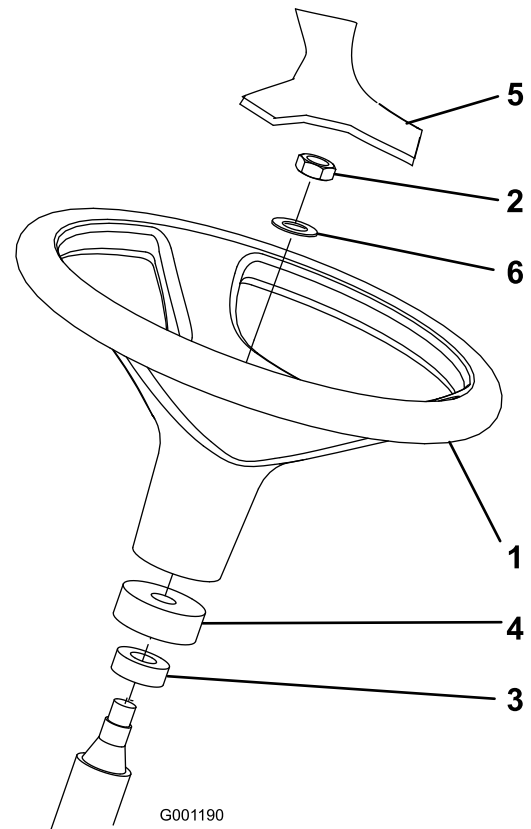

Figura 3
2. Retire la contratuerca y la arandela de la columna de dirección. Asegúrese de que el collar de gomaespuma y el protector de polvo están colocados en la columna de dirección (Figura 3).
3. Deslice el volante y la arandela sobre la columna de dirección (Figura 3).
5. Monte el embellecedor en el volante (Figura 3).